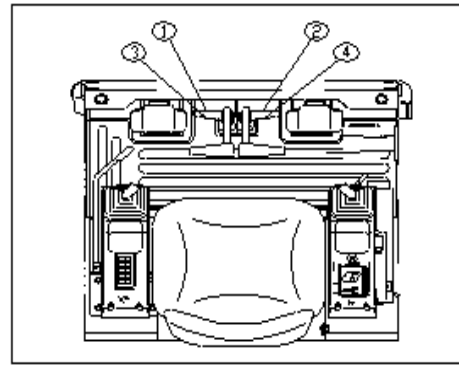
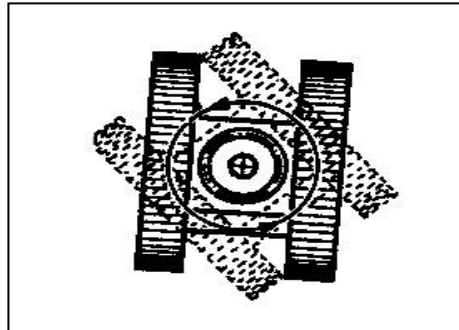
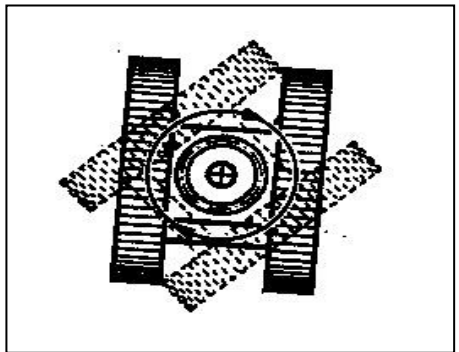

FIG. 3-8
FIG 3-9
FIG.3-10
1) **Traslación recta:** Pise los dos pedales hacia delante al mismo tiempo. (pedal 1 y 2 en la FIG. 3-8)
2) **Marcha atrás recta:** Pise los dos pedales hacia atrás al mismo tiempo. (pedal 3 y 4 en la FIG. 3-8)
- Giro a la izquierda (FIG. 3-9): Pise el pedal derecho 2 hacia delante y pise el pedal izquierdo 3 hacia atrás. (3 en la FIG. 3-8)
- Girar a la derecha (FIG. 3-10): Pise el pedal derecho 4 hacia atrás y pise el pedal izquierdo 1 hacia delante. (FIG. 3-8)
- Giro a la izquierda: Pise el pedal derecho 2 hacia delante. (FIG. 3-8)
- Girar a la derecha: Pise el pedal izquierdo 1 hacia delante. (FIG. 3-8)